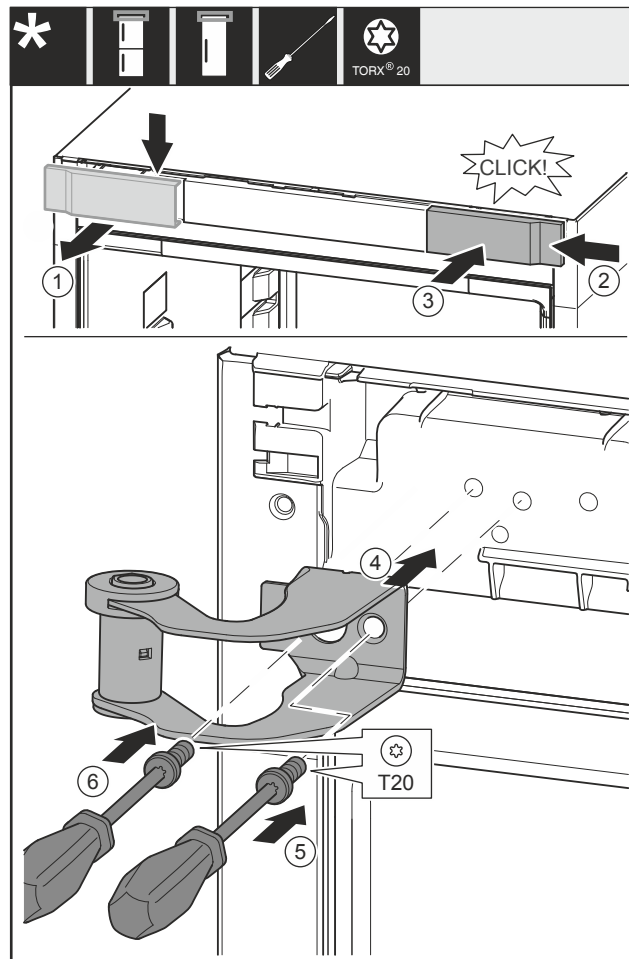

Fig. 34
- ▶ Abdeckung Fig. 34 (1) von oben nach vorne abnehmen.
- ▶ Abdeckung Fig. 34 (2) um 180° gedreht auf der anderen Seite von rechts einhängen.
- ▶ Abdeckung Fig. 34 (3) einrasten.
- ▶ Oberen Lagerbock Fig. 34 (4) ansetzen.
- ▶ Schraube Fig. 34 (5) festdrehen.
- ▶ Schraube Fig. 34 (6) festdrehen.